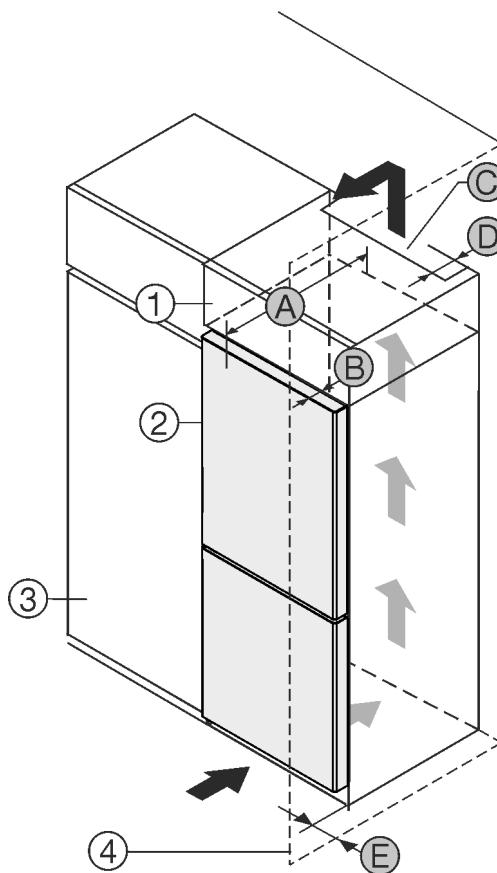

Fig. 1
Můžete přístroj nainstalovat přímo vedle kuchyňské skříňky Fig. 1 (3).*
Na zadní straně nástavné skříňky musí být větrací šachta hluboká Fig. 1 (D) přes celou šířku nástavné skříňky.*
Pod stropem místnosti musí být dodřen ventilační průřez Fig. 1 (C).*
Když přístroj instalujete závesy vedle stěny Fig. 1 (4), musí být vzdálenost mezi přístrojem a stěnou minimálně 13 mm.*
Když přístroj instalujete závesy vedle stěny Fig. 1 (4), musí být vzdálenost mezi přístrojem a stěnou minimálně 20 mm.*
Aby bylo možné dvířka plně otevřít, musí přístroj přesahovat o hloubku dvířek Fig. 1 (B) vůči přední linii kuchyňské skřínky. V závislosti na hloubce kuchyňských skřínek Fig. 1 (3) a použití vymezovačů odstupu od stěny může přístroj vyčnívat dále.*